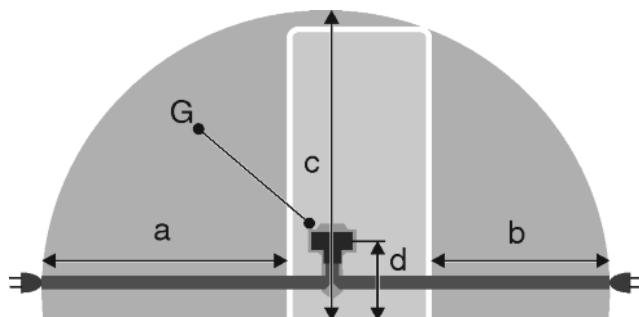

Fig. 52
- Utičnica se nalazi izvan područja bočne strane uređaja u navedenom području Fig. 52 (a, b, c).
- Utikač uređaja Fig. 52 (G) utaknite na stražnju stranu uređaja. Pripazite da ispravno uskoči.